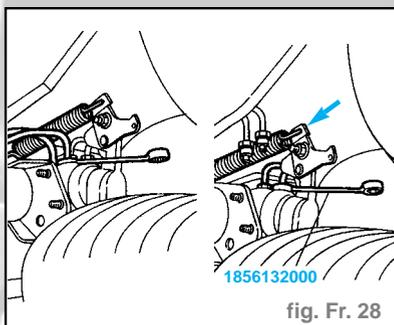

fig. Fr. 28
- Dévisser les raccords des tuyaux flexibles et débrancher le ressort indiqué (fig. Fr. 28).